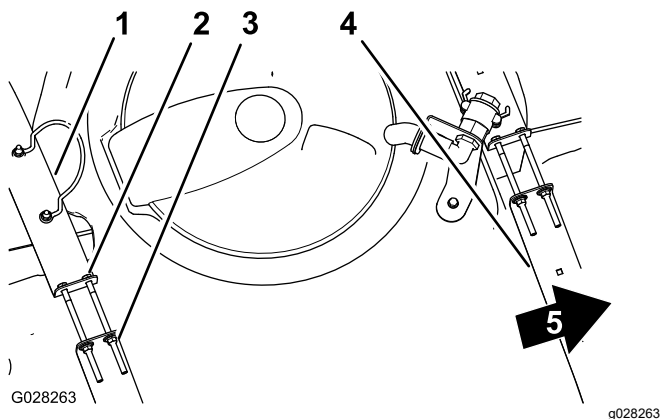

Figure 72
2. Vérifiez qu'il n'y a aucun jeu entre les sangles et la cuve (Figure 72).
3. Si les sangles de la cuve ne sont pas assez serrées, resserrez les contre-écrous à embase et les boulons en haut des sangles jusqu'à ce que ces dernières soient parfaitement en appui sur la surface de la cuve (Figure 72).